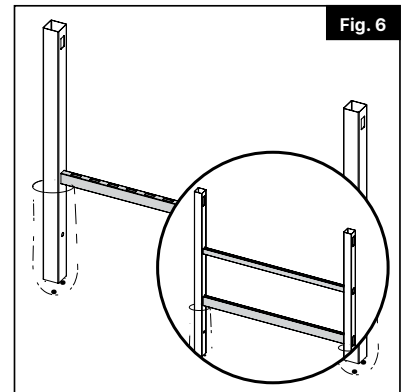

Fig. 6
- Insérer la traverse inférieure dans les trous toupillés au bas des deux poteaux (Fig. 6).